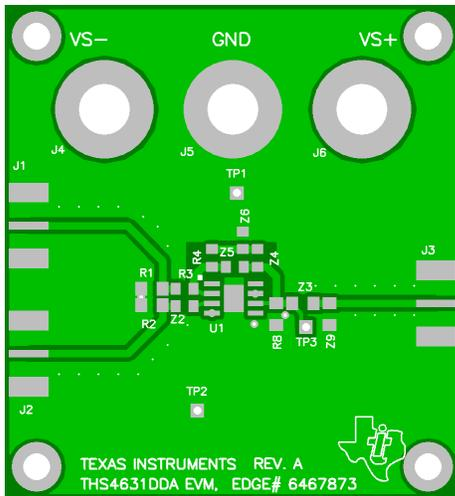
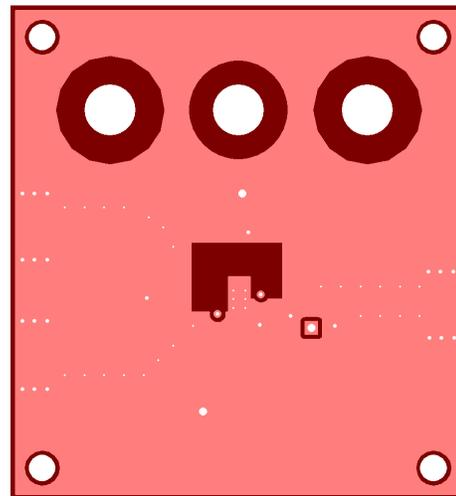
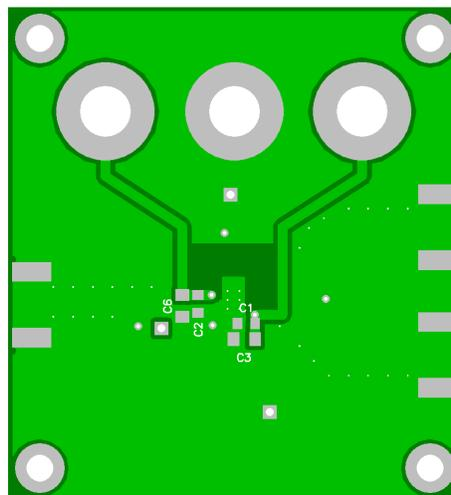

图 9-1. EVM 顶层
图 9-2. EVM 第 2 层和第 3 层接地
图 9-3. EVM 底层
德州仪器 (TI) 致力于为客户提供高质量的应用支持。为了支持该目标，我们为 THS4631 运算放大器开发了一款评估板。该评估板易于使用，可轻松评估器件。通过德州仪器 (TI) 网站 [www.ti.com](http://www.ti.com)，或联系当地的德州仪器 (TI) 销售代表订购该评估板。图 9-1、图 9-2 和图 9-3 显示了该板各层结构。评估板物料清单如表 9-1 所示。